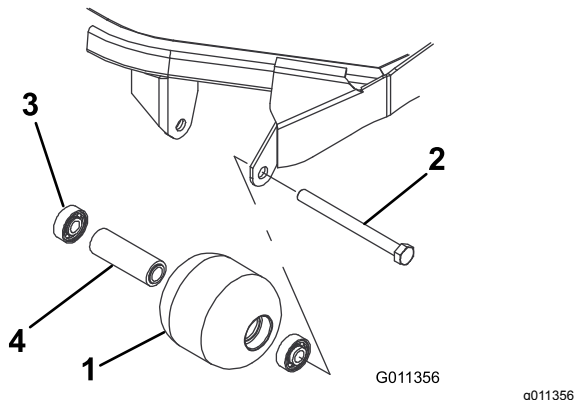

Figura 86
1. Rimuovete il bullone di fissaggio del rullo (Figura 86).
1. Montate il primo cuscinetto premendolo nell'alloggiamento all'interno del rullo (Figura 86). Premete soltanto sulla pista esterna o, in misura uguale, sulla pista interna ed esterna.
2. Inserite il distanziale (Figura 86).
3. Spingete il secondo cuscinetto nell'alloggiamento all'interno del rullo (Figura 86) premendo in misura uguale sulla pista interna ed esterna, fino a quando la prima pista non tocca il distanziale.
4. Verificate la presenza di eventuali danni sull'alloggiamento, sui cuscinetti e sul distanziale del cuscinetto del rullo (Figura 86). Sostituite i componenti danneggiati e procedete con il montaggio.